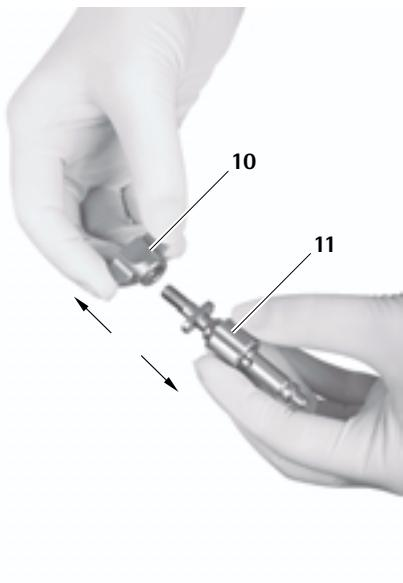

Fig. 17
- Desapertar a porca de orelhas **10** do adaptador de braço de suporte **11**, ver Fig. 17.